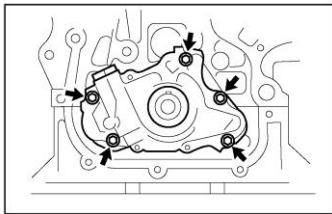

Рисунок II-126
5. Отверните 5 болтов и снимите масляный насос (см. Рисунок II-126).
3. Заверните 5 болтов, чтобы установить масляный насос (см. Рисунок II-126).